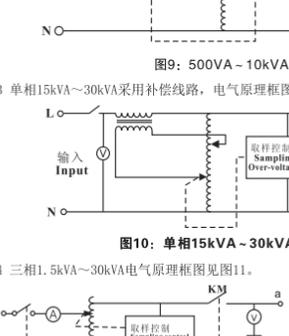

图4: 后板部分:
3.3 TND3-500VA~1500VA高精度全自动稳压器后板外形见图4: